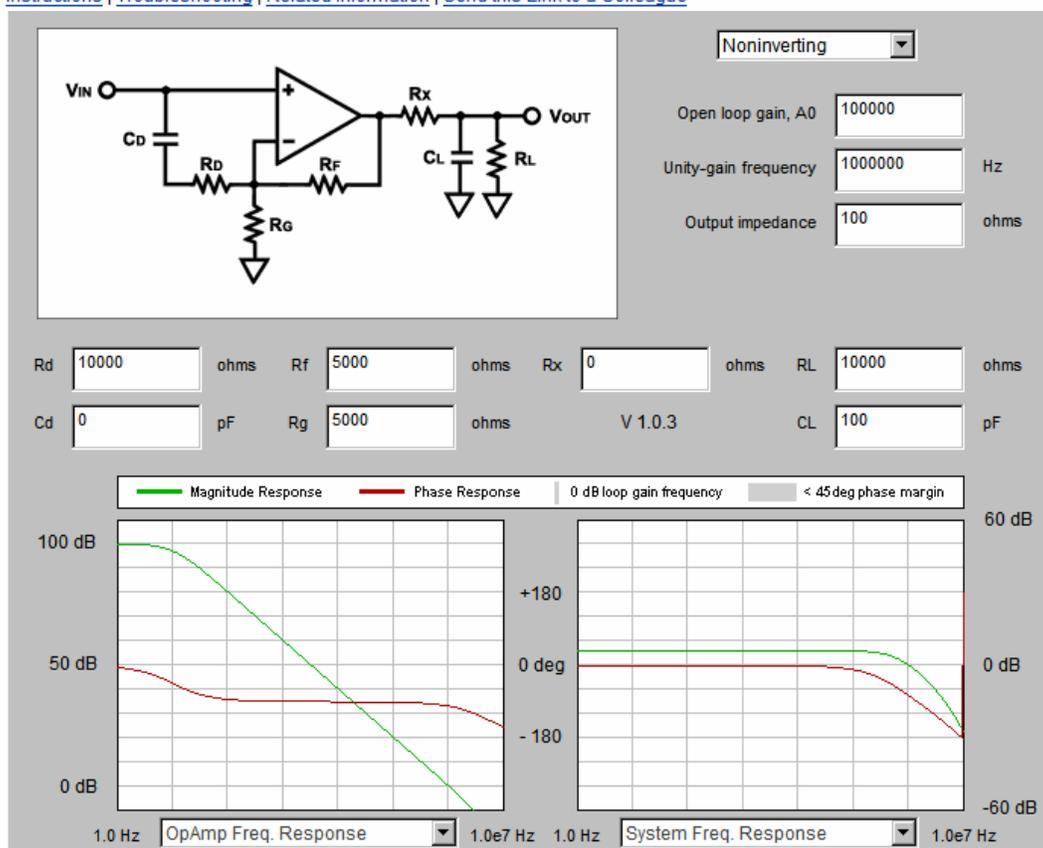

図 13.29: オペアンプ安定性ツールの画面
安定性は号ゲインではなくノイズ・ゲインによって決まるため、図 13.29 の回路は、信号ゲインに影響を与えずに安定性を向上させることができます。「ノイズ帯域幅」（ $GBP/A_{NOISE}$ ）を、負荷によって生じるポールの少なくとも 1 デケード下にすることで安定性を確保することができます。
**アウト・オブ・ループ補償:** 容量性負荷を駆動するオペアンプを安定させるもう 1 つの方法は、オペアンプの出力端子と負荷容量の間に抵抗  $R_x$  を追加することです（図 13.29 参照）。帰還ループの外側に見えるように見えますが、負荷コンデンサと連携して帰還回路の伝達関数にゼロを導入し、高周波数でのループ位相シフトを低減します。
安定性解析に役立つツールの例を図 13.29 に示します。クローズドループ・ゲイン ( $R_F$  と  $R_G$ ) と負荷 ( $R_L$  と  $C_L$ ) に加え、オープンループ・ゲイン、ゲイン帯域幅積 (ユニティゲイン周波数)、 $R_O$  の値を入力します。すると、ゲインと位相がプロットされます。修正が必要な場合は、インライン抵抗とノイズ・ゲインのどちらも調整できます。